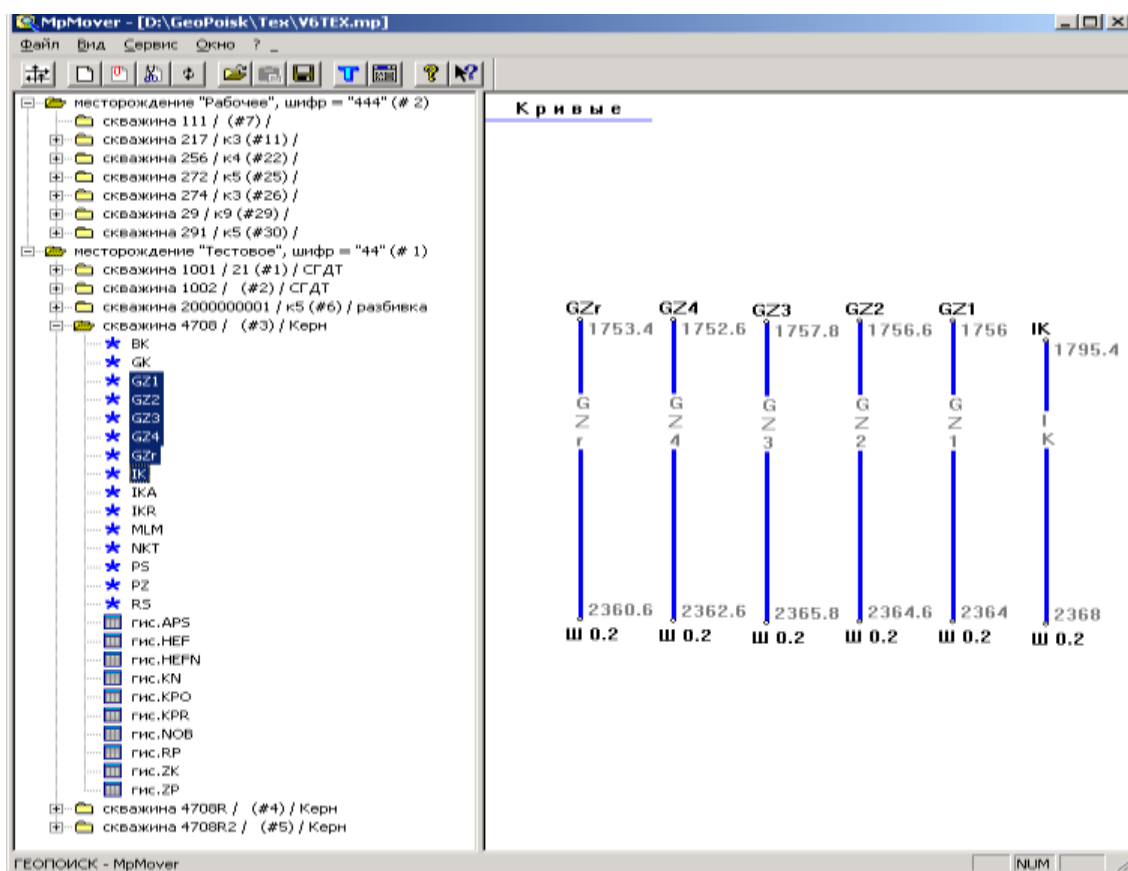

Рисунок 3.1 База данных, импорт-экспорт
Как правило, организации поддерживают внутренние стандарты хранения электронных материалов ГИС для облегчения их поиска и обновления. Распространенный принцип организации такого архива – отображение логической структуры данных на структуру каталогов (папок) с файлами (рисунок 3.1). Обычно выделяют по каталогу на месторождение, этот каталог включает подкаталоги отдельных скважин, дальше информация может быть еще как-то структурирована. Программа AutoLoad автоматически обходит скважины, извлекает требуемую информацию, при необходимости разархивирует сжатые файлы и папки. Поддерживаются наиболее распространенные форматы данных ГИС: LAS (1.2, 2.0), ТОИ-ГИС (dbm/crv), АСОИ-ГИС (Sial), АРМГ-3. Загружается и пересчитывается инклинометрия. Производится отождествление и унификация обозначений пластов (I). Импортируются координаты скважин.
Вначале входим в программу Геопоиск. Затем запускаем программу *MrMover* (“БД, импорт-экспорт”) – программа для просмотра геофизических баз данных, импорта и экспорта файлов в геофизических форматах. Она является примерным аналогом Проводника Windows (рисунок 3.1).